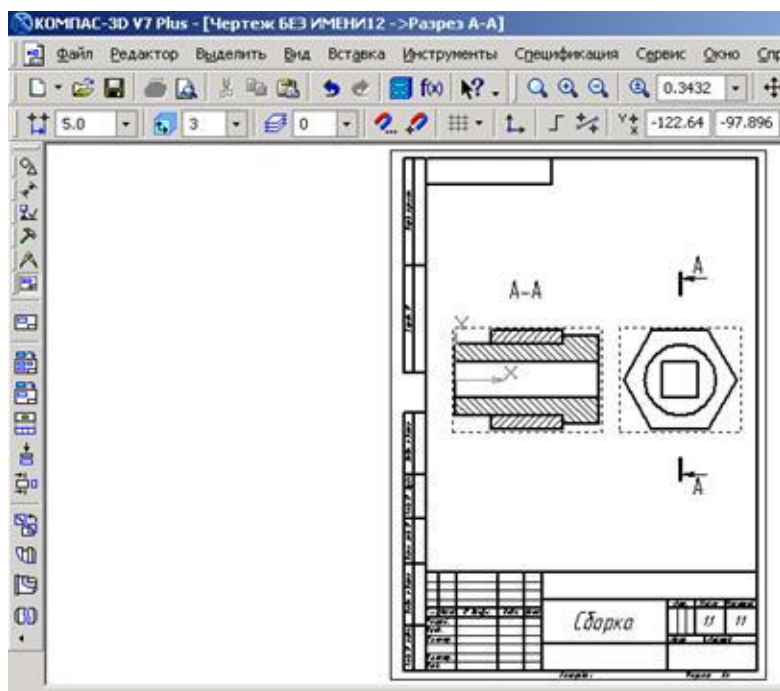

Рис. 4.15. Построение ассоциативного разреза
2. Включив кнопку Разрез/Сечение на странице Ассоциативный вид, укажем курсором линию разреза А-А. На экране появится перемещающийся фантом разреза в виде прямоугольника, зафиксируйте его в нужном месте (рис.4.15).